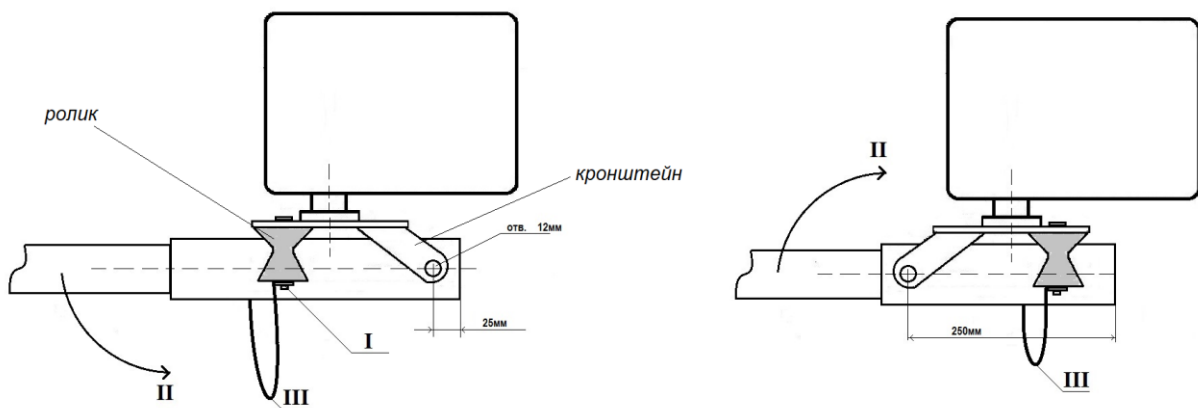

Рисунок 2
2. Перед установкой стрелы в узел необходимо просверлить отверстие  $\text{Ø}12\text{мм}$  под ось, на которой стрела будет поворачиваться при ударе (см. Рис.2), для чего: